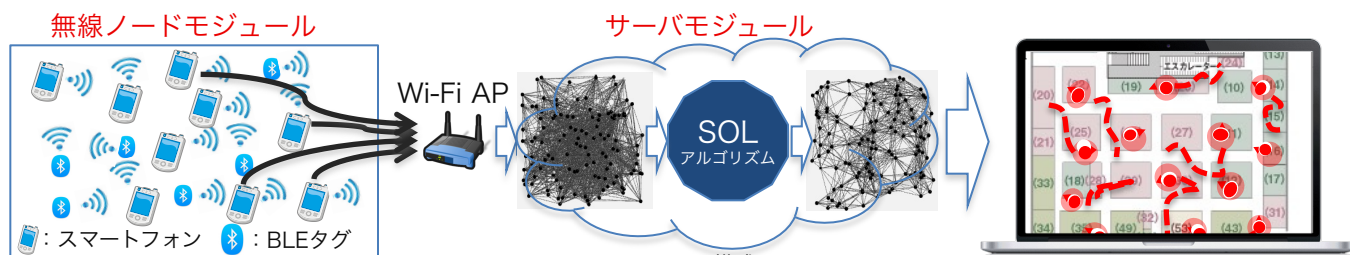

図3. システム構成
- BLE(Bluetooth Low Energy)を用いたアドバタイズ/スキャンで隣接ID情報を取得 (図3左: )
- Wi-Fiを用いて隣接ID情報をサーバモジュールへ通知 (図3左: )